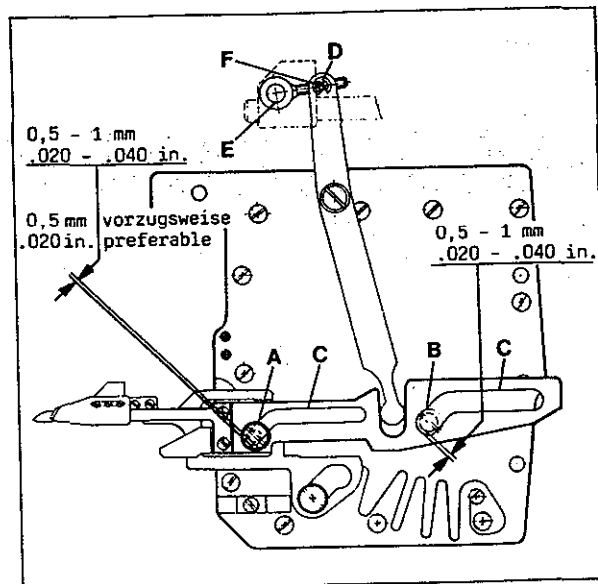

Fig.37
2.1 When the thread trimmer drive is in its home position, the distance between the guide sleeve under screw (A, Fig. 37) as well as between guide washer under screw (B) and the left ends of slots (C) should be 0.5 to 1 mm (.020 to .040 in.) (preferable 0.5 mm (.020 in.)).
2.1 In Ruhestellung des Fadenabschneider-Antriebs soll der Abstand zwischen der Führungshülse unter der Schraube (A, Fig. 37) sowie zwischen der Führungsscheibe unter der Schraube (B) und den linken Enden der Schlitze (C) etwa 0,5 bis 1 mm betragen (vorzugsweise 0,5 mm).